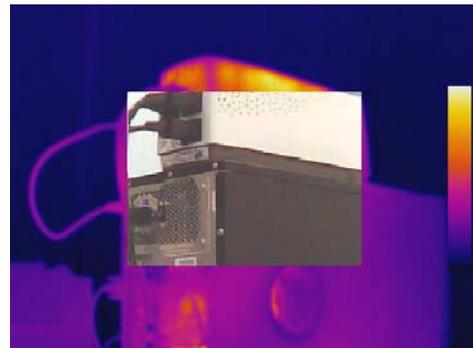

Abb. 45: Einstellung und Anzeige des IR\_MIX\_VIS Bildes
- **IR\_MIX\_VIS** → Anzeige des visuellen Bildes in der Mitte des Bildschirms/Vollbild des IR Bildes mit Möglichkeit zur Auswahl vom Prozentsatz des visuellen Niveaus (siehe Abb. 45)